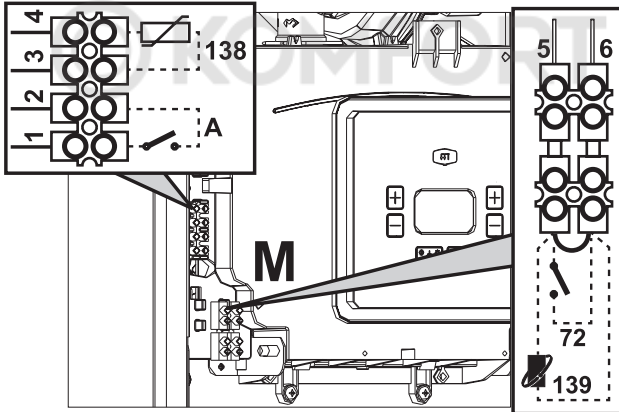
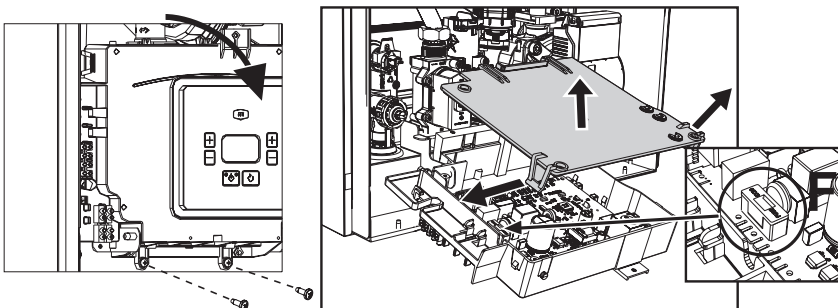

Рис. 18
Рис. 19
После снятия передней панели (см. «Открытие передней панели» на стр. 32) можно получить доступ к клеммной колодке (M) и предохранителю (F), действуя как показано на рис. 18 и рис. 19. Клеммы, указанные на рис. 18, должны быть с беспотенциальными (сухими) контактами (не 230 В). Расположение клемм для различных соединений показано на электрической схеме на рис. 44.
## Конфигурация выключателя ON/OFF (А рис. 19)